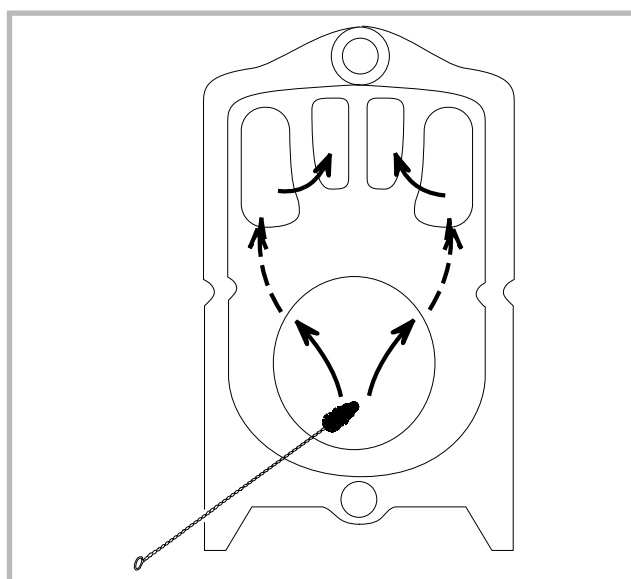

Figure 21 - Circuit de combustion
- Nettoyer l'échangeur à l'aide des écouvillons. Ne pas oublier les carnaux verticaux entre la chambre de combustion et les carnaux latéraux (fig. 21).